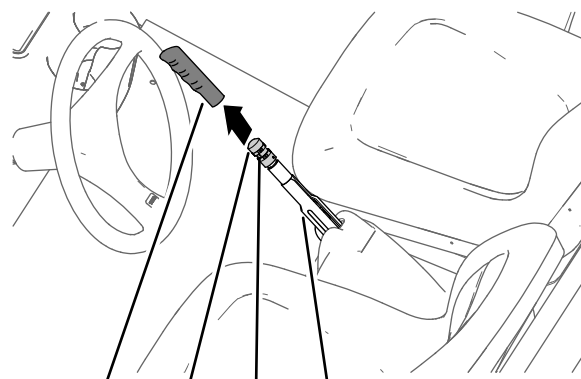

Figura 70
1. Togliete l'impugnatura dalla leva del freno di stazionamento (Figura 70).
2. Allentate la vite a pressione che fissa la manopola di regolazione del freno alla leva del freno di stazionamento (Figura 70).
3. Girate la manopola di regolazione del freno in modo che per azionare la leva del freno di stazionamento occorra una forza di 133-156 N·m (Figura 70).
4. Serrate la vite a pressione e montate l'impugnatura (Figura 70).
1. Togliete l'impugnatura dal freno di stazionamento (Figura 70).
2. Allentate la vite a pressione (Figura 70) che fissa la manopola di regolazione del freno alla leva del freno di stazionamento, rilasciate il freno di stazionamento e allentate la manopola di regolazione del freno.
5. Girate la manopola di regolazione del freno (Figura 70) in modo che per azionare la leva del freno di stazionamento occorra una forza di 133-156 N m.
- C. Girate la manopola di regolazione del freno (Figura 70) in modo che per azionare la leva del freno di stazionamento occorra una forza di 133-156 N m.
- Serrate la vite a pressione e montate l'impugnatura (Figura 70).